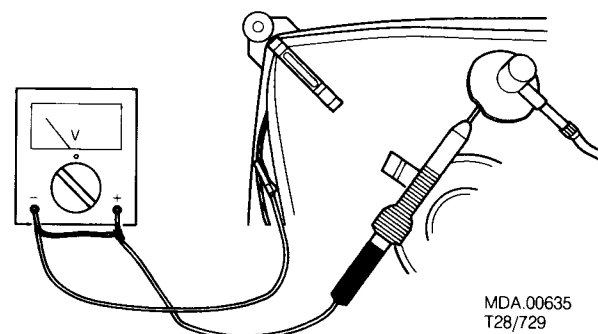

Fig. 1
- Um Beschädigungen an integrierten Schaltungen Dioden, Transistoren usw. zu vermeiden, sind Hochspannungsüberschläge unbedingt zu vermeiden. Damit die Bildröhren keinen Schaden nimmt, muss beim Entladen die in Bild 1 dargestellte Methode angewandt werden. Es sind eine Hochspannungs-sonde und ein Universalmessgerät einzusetzen (Stellung DC-V)